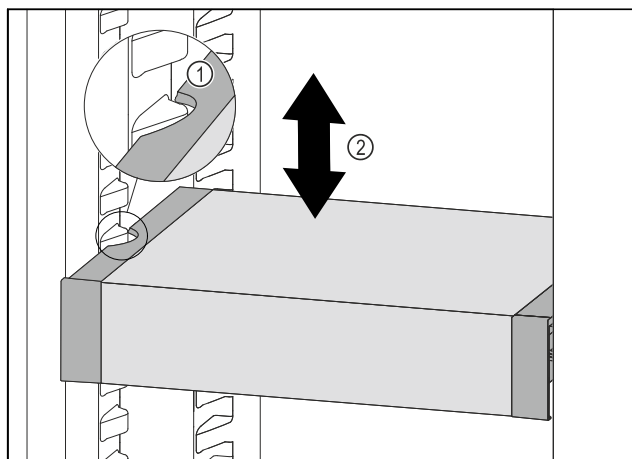

Fig. 174
- Táhněte VarioSafe dopředu, dokud nebudou boční vybrání VarioSafe na úrovni žebrování na nádoby v chladničce. Fig. 174 (1)
- Posouvejte VarioSafe v chladničce nahoru nebo dolů, dokud nedosáhnete požadované výšky. Fig. 174 (2)